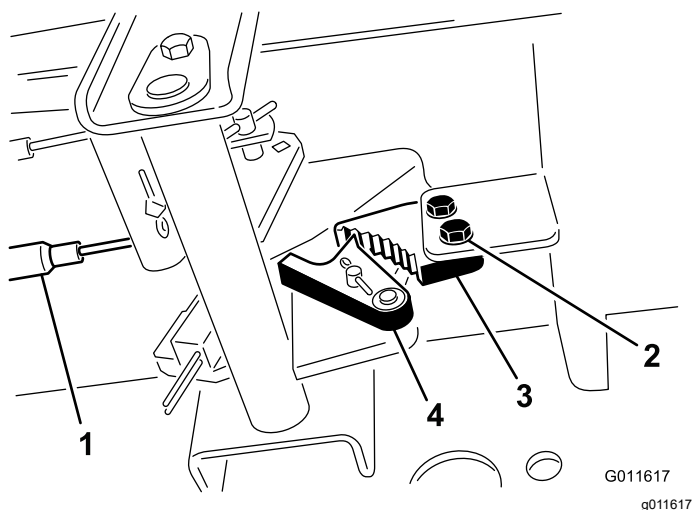

Figure 47
1. Desserrez les 2 vis qui fixent le cliquet du frein de stationnement au cadre (Figure 47).
- Appuyez sur l'avant de la pédale du frein de stationnement jusqu'à ce que le verrou s'engage complètement sur le cliquet du frein (Figure 47).